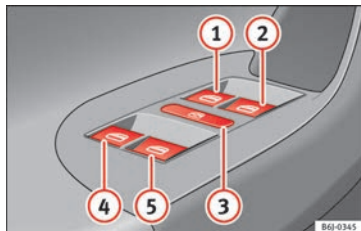

Fig. 87 Détail de la porte du conducteur : commandes pour les glaces avant et arrière (véhicules 5 portes avec lèves-glaces électriques avant et arrière).
Les touches » **fig. 87** ①, ②, ④ et ⑤ disposent de deux positions pour l'ouverture des glaces et de deux autres pour leur fermeture. Il est ainsi plus simple de contrôler les processus d'ouverture et de fermeture.